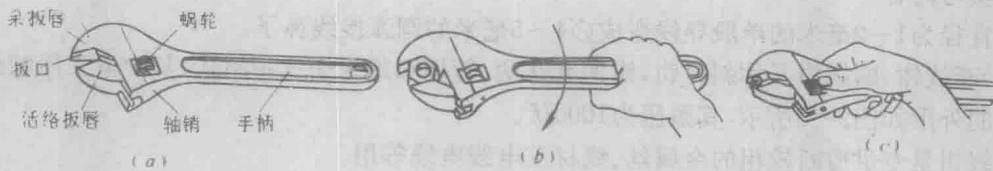

图2—12 活络扳手
1) 活络扳手的构造和规格 活络扳手由头部和柄部组成，头部由呆扳唇、呆扳唇、扳口、蜗轮和轴销等构成，如图2—12所示，旋动蜗轮可调节扳口的大小。规格是以长度×最大开口宽度(单位：毫米)来表示，电工常用的活络扳手 150×19 (6")、 200×24 (8")、 250×30 (10")和 300×36 (12")等四种。